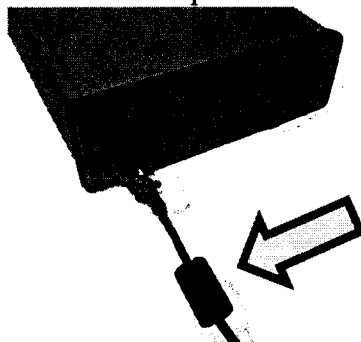

Рисунок 1 - Подключение внешнего блока питания +12 В постоянного тока
- 4 Подключить модуль к блоку питания +12 В постоянного тока из комплекта поставки (рисунок 1). Подключить блок питания к сети переменного тока 220 В, 50 Гц;
1. Подключить модуль к внешнему блоку питания +12 В постоянного тока из комплекта поставки (рисунок 1). К сети 220 В 50 Гц блок питания не подключать!